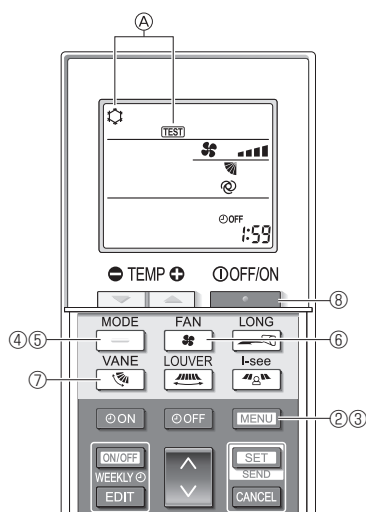

Fig. 7-5
- Håll knappen [MENU] intryckt i 5 sekunder. (Fig. 7-5)
- [A] [TEST] och aktuellt driftläge visas. (Fig. 7-5)